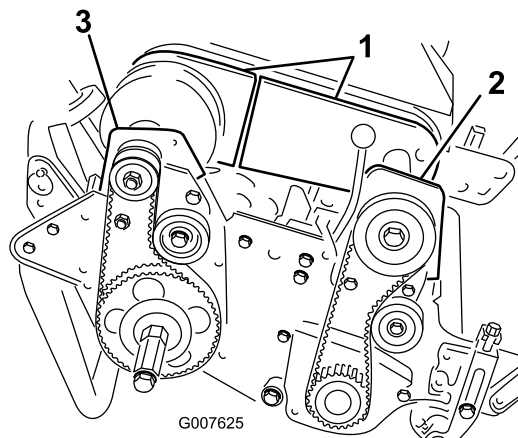

图43
- 拧下将差速器罩的前后部分固定到差速器壳体的螺栓将差速器罩滑开露出皮带图43。
- 卸下将前离合器壳体固定到侧板上的2个螺栓和2锁紧螺母图43。
- 卸下将右后轴承座固定到侧板上的2个螺栓和锁紧螺母图43。